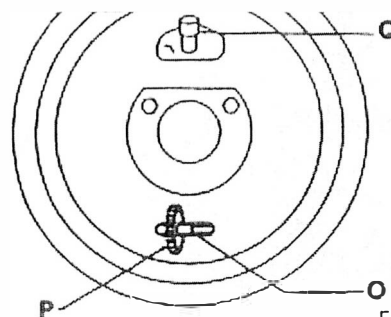

Fig. 16
2) FRENOS DE SERVICIO (FIG. 16)